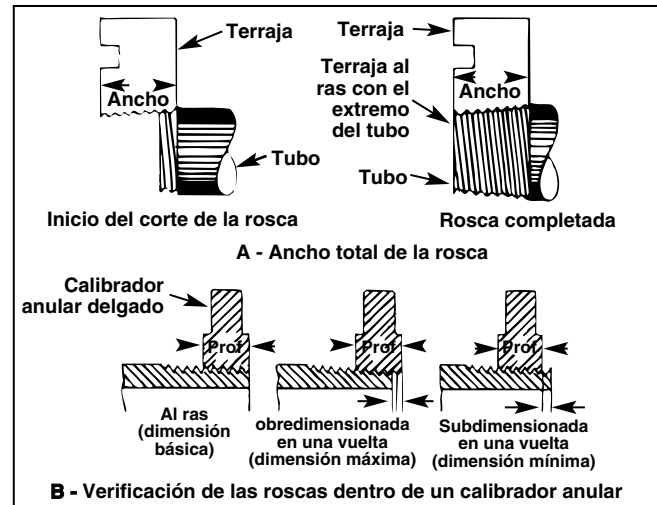

Figura 11 – Verificación de la longitud de la rosca
(Figura 11)
del tubo queda al ras con el borde de las terrajas (Figura 11).
2. El cabezal de terrajas puede regularse para obtener el diámetro de rosca necesario. Si es posible, chequéela con un calibrador o medidor anular de roscas (Figura 11). La rosca está bien cortada si el extremo del tubo se encuentra a más/menos una vuelta de estar al ras con la cara del calibrador anular.